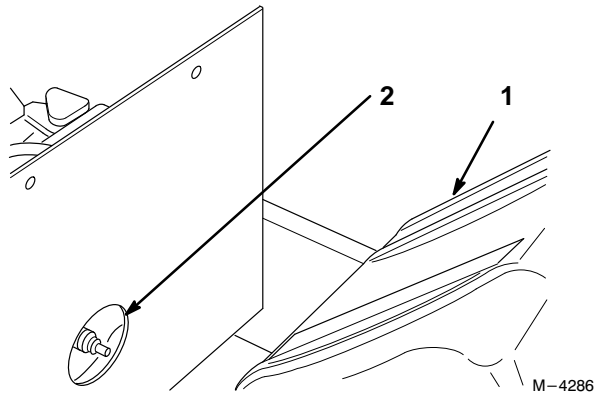

Abbildung 19
3. Um Zugang zur hinteren Zündkerze zu erhalten, muß der Benzintank ausgebaut werden (Abb. 19).
3. Zündkerzenkabel wieder auf die Zündkerzen aufstecken (Abb. 19).